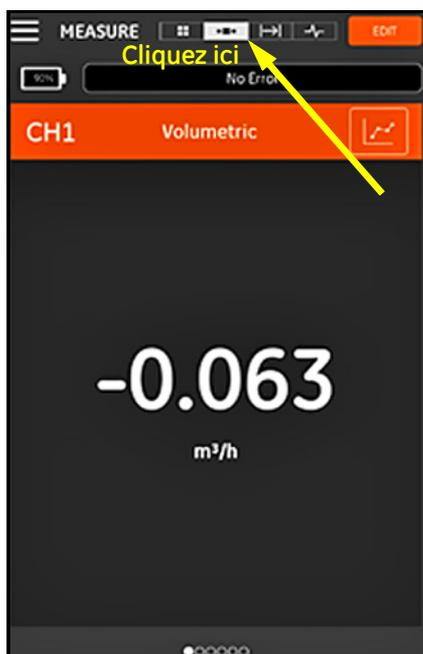

Figure 93 : écran Single Measurement (Mesure unique)
Pour faire passer l'écran en mode d'affichage de mesure unique (voir la *Figure 93* ci-dessous), cliquez sur l'icône . Dans ce mode, une seule mesure s'affiche à la fois et vous pouvez basculer entre les mesures disponibles en faisant glisser votre doigt de gauche à droite sur l'écran.
- L'affichage d'une seule mesure par défaut correspond à la valeur numérique des mesures en temps réel, comme illustré dans la *Figure 93* à la page 96.